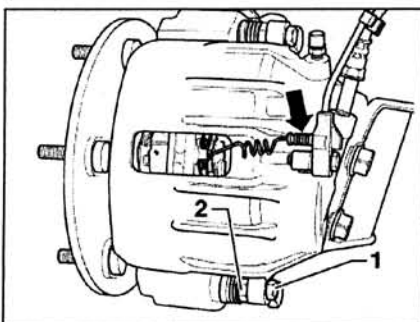

Рис. 7.8. Отсоедините разъем проводки (стрелка) от индикатора износа тормозной накладки.
2. Отсоедините разъем проводки (стрелка) от индикатора износа тормозной накладки (рис. 7.8).